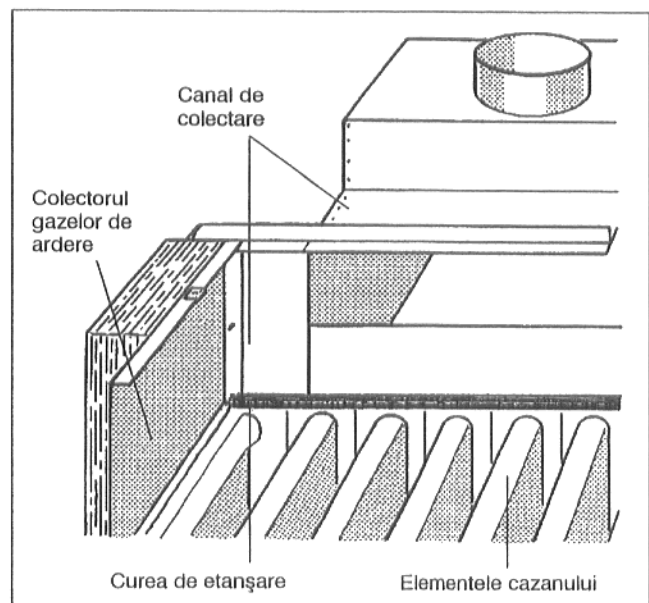

Fig. 7: Etanșarea canalului de colectare G334 XD
- presarea ambelor bucăți de sus între canalul de colectare și elementele cazanului (Fig. 7).